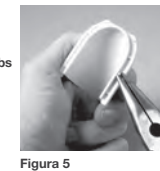

Figura 5
Uma vez os (2) terminais removidos (See Figura 5), volte a instalara a "parte frontal" na placa mural seguindo ao contrário e cuidadosamente as instruções nos Passos 1 a 4 fazendo deslizar a "parte frontal" e pressionando-a para a posição por baixo dos separadores do suporte. (See Figura 6)